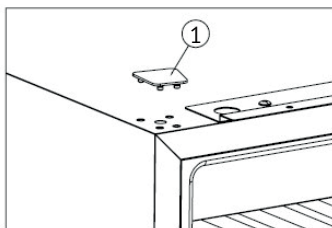

Рисунок 3
➔ Снимите заглушку (1) (Рисунок 3).